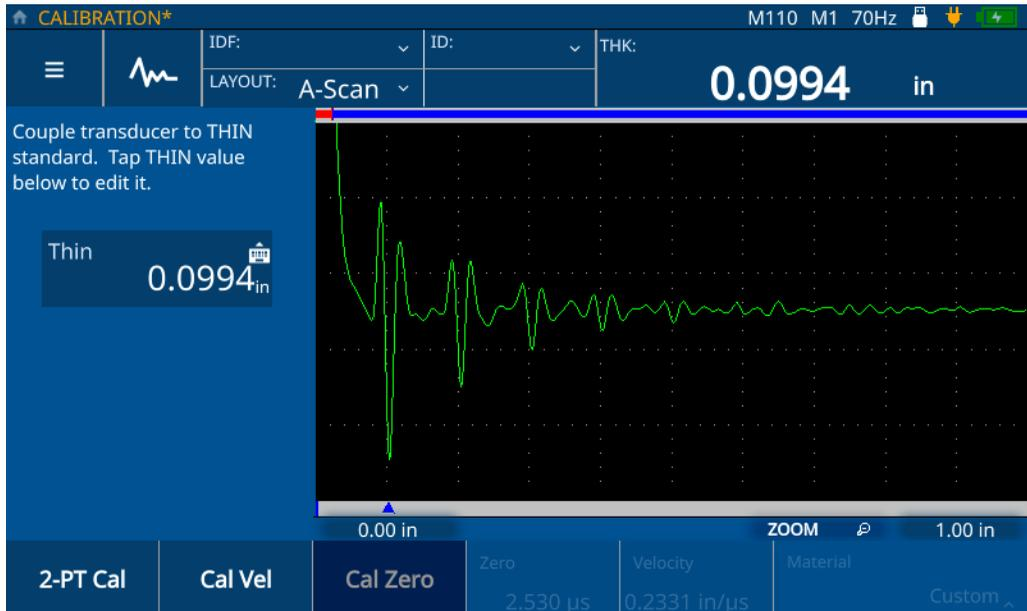

Abbildung 5-10 Nullpunktjustierung (2-PT-Justierung)
7. Befolgen Sie die angezeigten Justieranweisungen und koppeln Sie den Messkopf an das Prüfteil mit bekannter minimaler Dicke (siehe Abbildung 5-10 auf Seite 55).